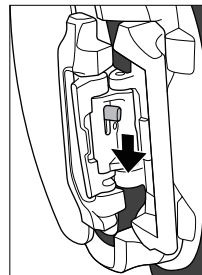
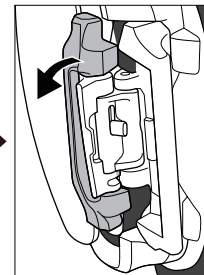
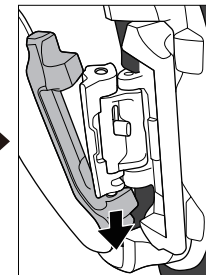

図3-1(図3破線部の拡大)
図3-2(図3破線部の拡大)
図3-3(図3破線部の拡大)
次にスイッチパーツ⑤の裏側にあるロックパーツ⑥(薄いグレー部分)を下方向に押し下げます。(図3-1) ロックパーツ⑥を押し下げたまま、レンズパーツ④(薄いグレー部分)の上部をフレーム前方へ倒し(図3-2)、そのまま下方向に押す(図3-3)ことでスイッチパーツ④下部の突起からレンズパーツ⑤が外れます。左右同じように取り外します。